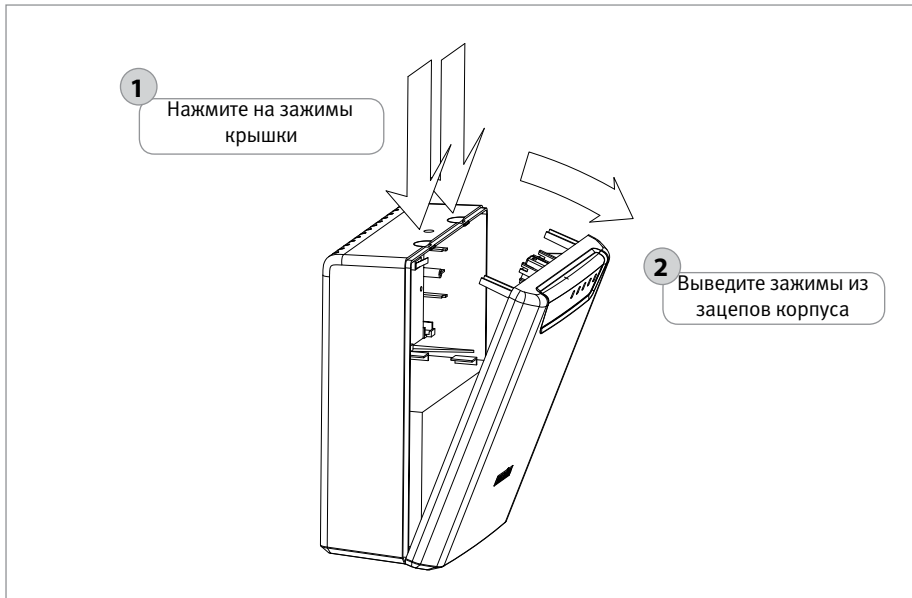

Рисунок 33. Снятие крышки
3. Снимите крышку в порядке, указанном на Рисунок 33